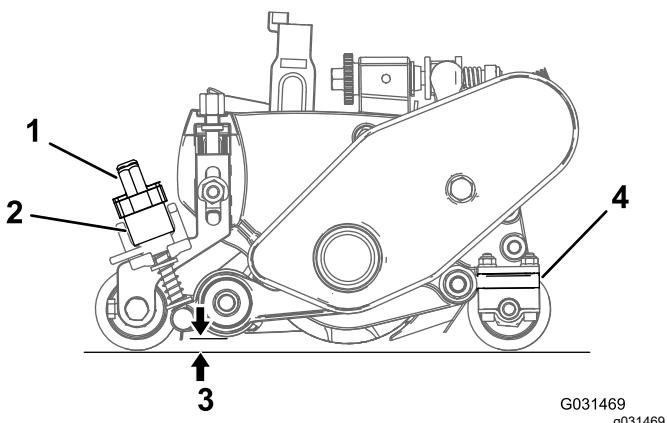

図 28
- クイックアップレバー 図 28 を作業位置にハンドルがカッティングユニットの前方を向くようにセットする。
3. グルーマリールの一端側で、ブレードの一番低い刃先と床との距離を測る図 28。高さ調整ノブ図 28を使って、グルーマの刃先の高さを希望の高さに調整する。